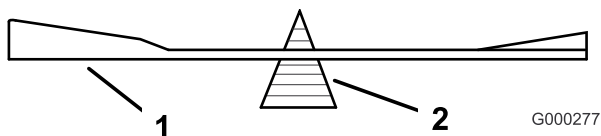

Figura 27
- Controllate l'equilibrio della lama posizionandola su un bilanciatore (Figura 27).